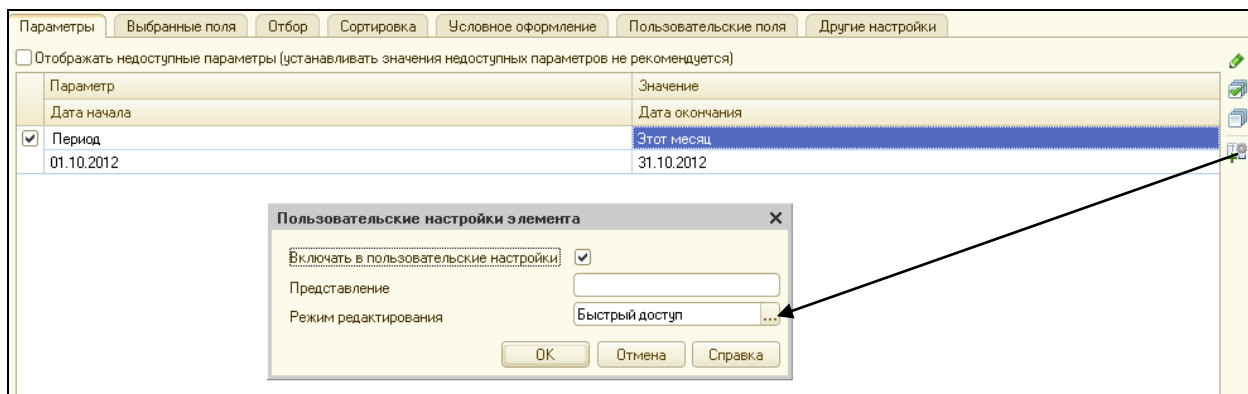

Рисунок 7.19 Создание быстрых настроек отчетного периода
12. На закладке **Параметры** выбрать для параметра **Период** значение из списка – **это месяц**. Вызвать пользовательские настройки элемента и отредактировать их (рис.7.19).